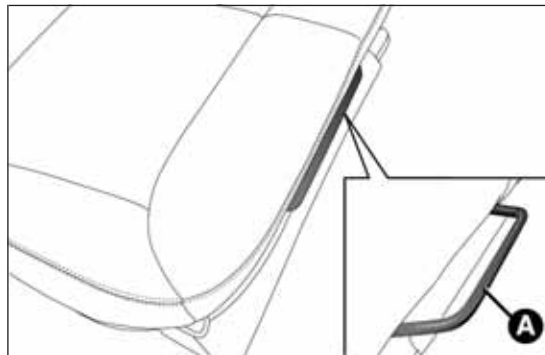

fig. 2
- ☐ agendo sulla leva A fig. 2 spostare in avanti il sedile della seconda fila;